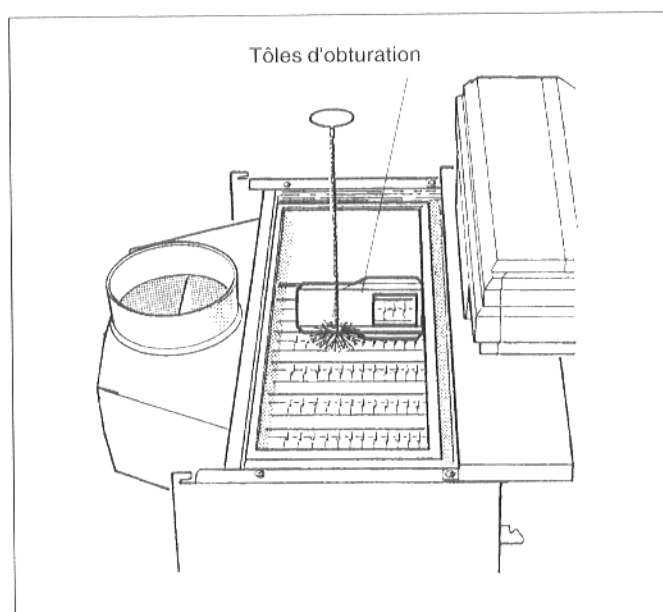

Fig. 42 : nettoyage à la brosse
- Brosser les carneaux de fumées (fig. 42)
- Retirer les 2 tôles d'obturation (fig. 42).